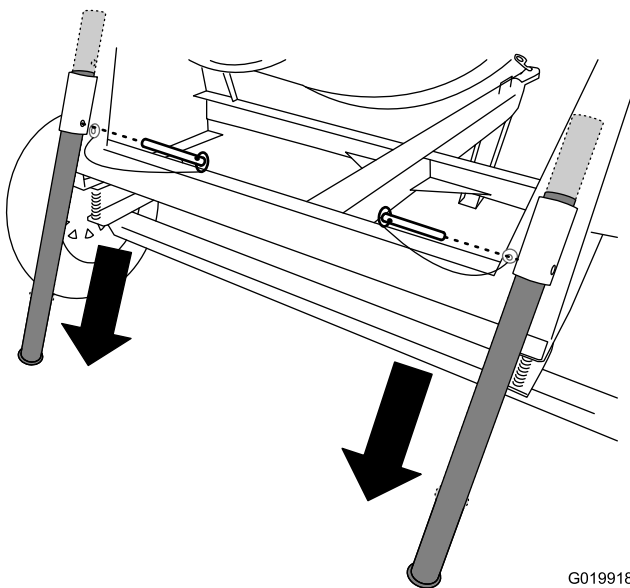

Figura 30
1. Retire el pasador de horquilla de la pata estabilizadora trasera y del soporte (Figura 30).
2. Deslice la pata estabilizadora hacia abajo en el soporte, y alinee el taladro del soporte superior con el taladro superior de la pata estabilizadora (Figura 30).
3. Introduzca el pasador de horquilla a través de los taladros del soporte y de la pata estabilizadora (Figura 30).